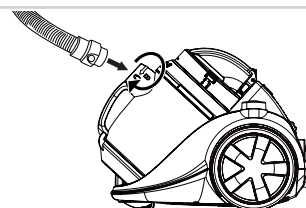

Figura 2
1. Inserte el conector en el pantalón como la apertura de la unidad de motor y gire hacia la derecha. Para eliminar los pantalones tire del conector de la abertura, ver Figura 2